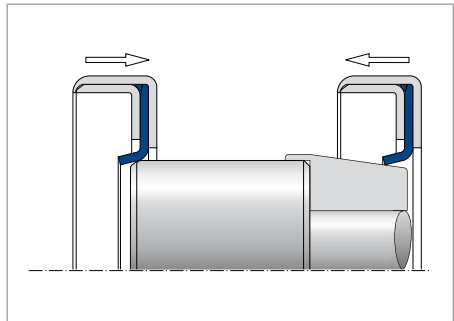

Abb. 51 Montage eines Simmerrings mit Dichtlippe aus PTFE
- Bei Montage über die Nut einer Nut- und Feder-Verbindung auf der Welle muss die Nut mit einer Schutzkappe abgedeckt sein (→ Abb. 51), um eine Verletzung der Dichtlippe zu vermeiden.
Wichtig ist, dass die Dichtlippe aus PTFE speziell bei der Montage mit der Stirnseite in Montagerichtung nicht beschädigt wird. Empfohlen wird die Verwendung eines Montagedorns mit einer Auflaufschräge von  $10^\circ$  ...  $15^\circ$  (→ Abb. 51).